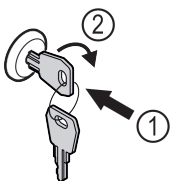

Fig. 171
- ▶ Zatlačte kľúč Fig. 171 (1).
- ▶ Otočte kľúč o 90° v smere hodinových ručičiek Fig. 171 (2).